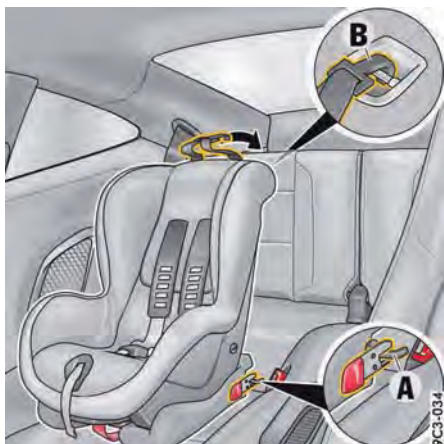

図155: ISOFIXシステム付きチャイルド・シートの取り付け
- ▶ さらに、ISOFIXトップ・テザーをリヤ・シート後部の固定箇所固定し、トップ・テザーを締め付けてください（図155、Bを参照）。